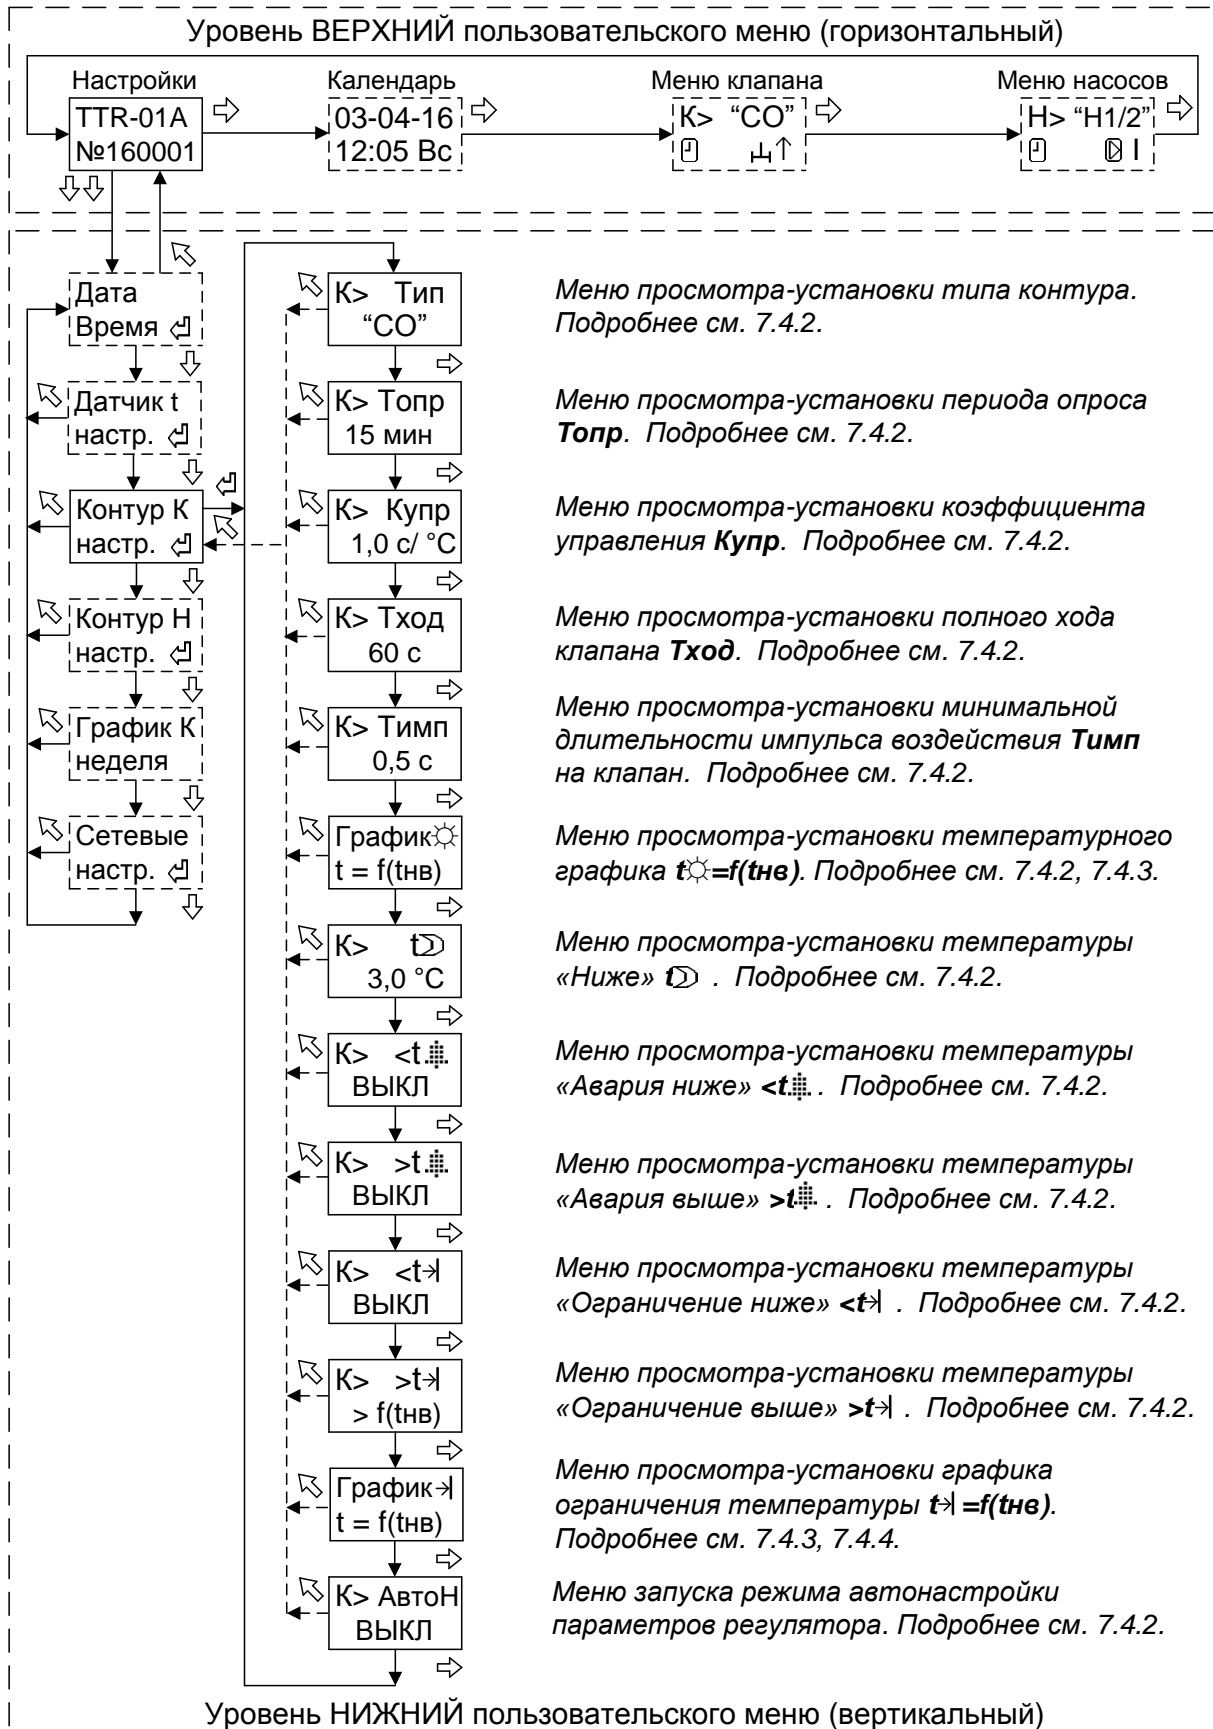

Рисунок 4 - Структура меню настройки параметров для системы отопления
7.4.3 Для просмотра-установки температурного графика регулирования необходимо войти с помощью нажатия кнопки “” (см. рисунок 4 ) в меню «График  t=f(tнв)».